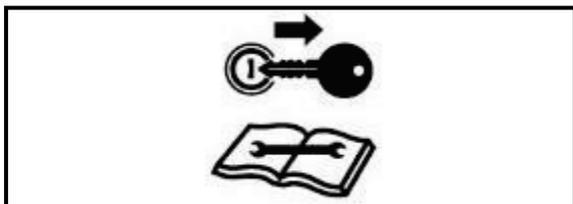

Fig. 86 Apagar la máquina y extraer la llave de contacto antes de iniciar los trabajos
- Apague el motor del tractor y extraiga la llave de contacto (Fig. 86).